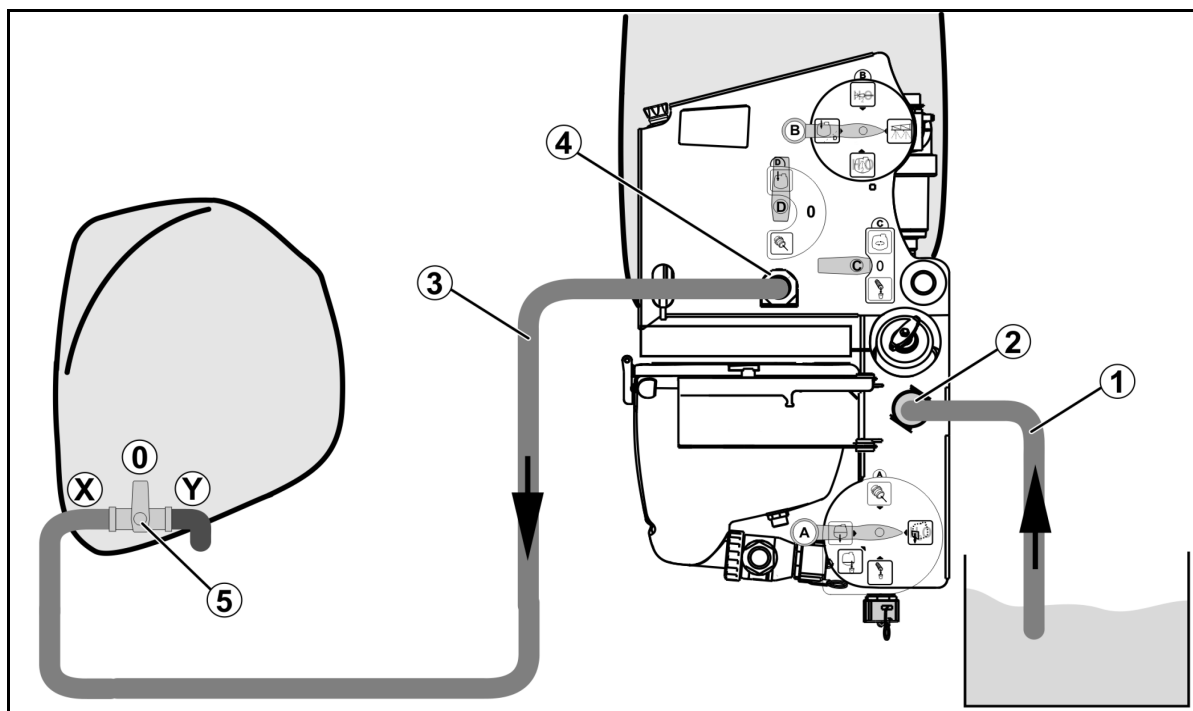

図 12
1. 吸引ホース (図 12/1) を充填用接続部 (図 12/2) に連結します。
3. フロントタンク (図 12/3) の接続用ホースを高速排出用接続部 (図 12/4) に連結します。
4. フロントタンク (図 12/5) の切り替え栓を **X** 位置にします。